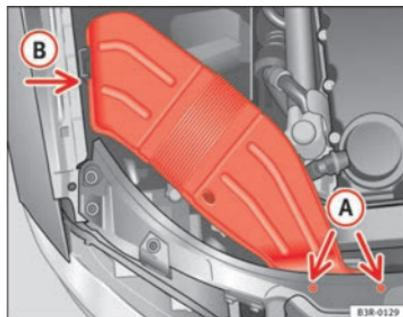

Fig. 200 Convogliatore dell'aria sul lato destro della vettura
- Svitare le viti **A** ⇒ fig. 200.